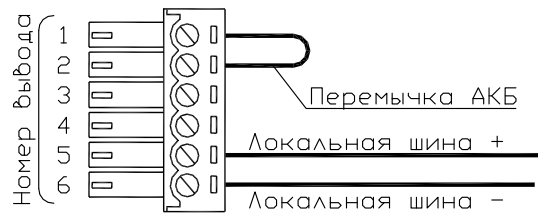

Рисунок 11. Подключение локальной шины и установка перемычки АКБ
- между выводами 1 и 2 разъема 15EDGK-3.5-06P установить перемычку из отрезка провода (см. рис. 11);